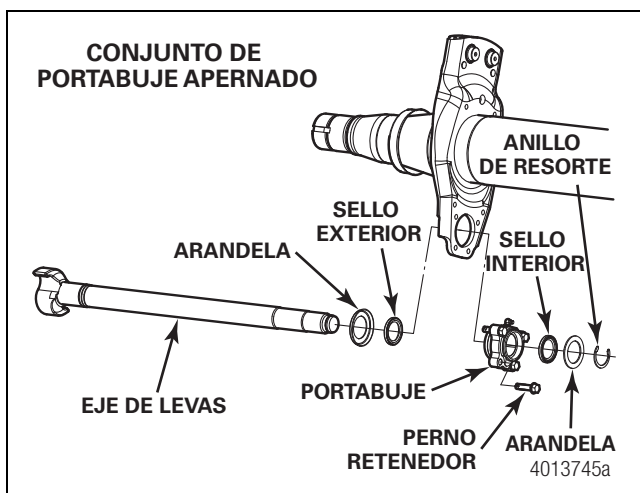

Figura 11.37
1. Retire el anillo de resorte, el eje de levass y las arandelas. Figura 11.37.
2. Retire los cuatro pernos que sujetan el portabuje apernado. Figura 11.37.
17. Instale el eje de leva, las arandelas y el anillo de resorte. Figura 11.37.